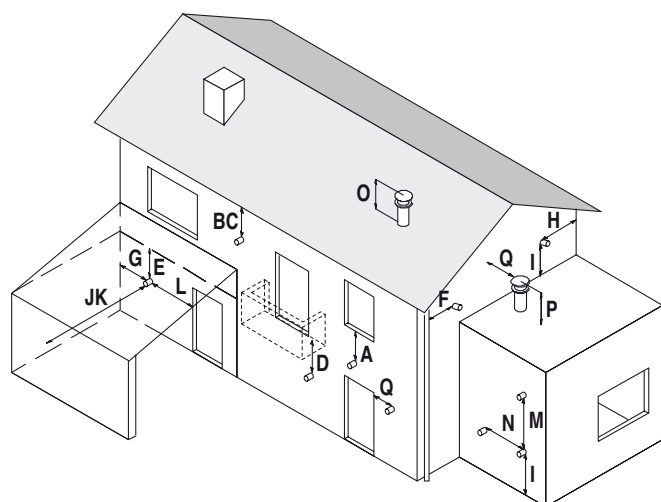

Figura 5.17
- rispettare le distanze minime di Figura 5.17